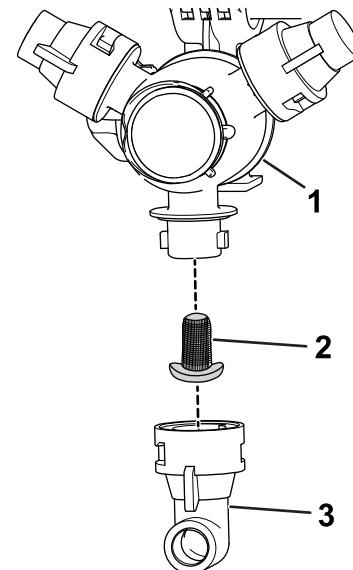

Bild 91
2. Nehmen Sie die Düse vom Sprüh drehkreuz ab (Bild 91).
3. Entfernen Sie den alten Düsenfilter (Bild 91).
4. Setzen Sie den neuen Düsenfilter ein (Bild 91).
5. Setzen Sie die Düse auf das Sprüh drehkreuz auf (Bild 91).